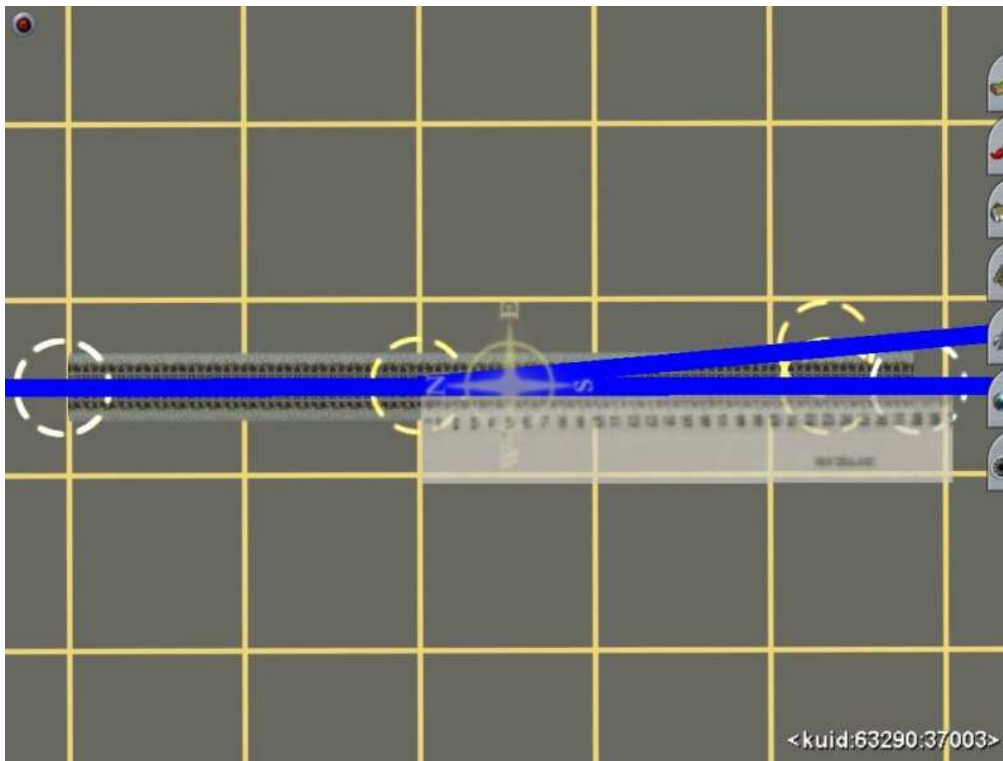

Imagen 3.3.
Primero tiraremos la vía directa desde el primer punto de spline que hemos insertado, hasta el final del desvío (TC) mas un tramo de 3 a 5m. Ver imagen 3.3.